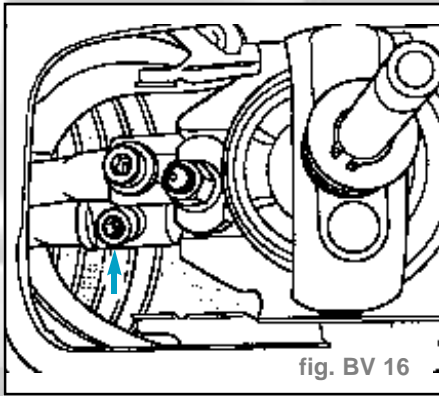

fig. BV 16
- Dévisser complètement la vis (flèche) de la tringle de changement de vitesses (fig. BV 16).